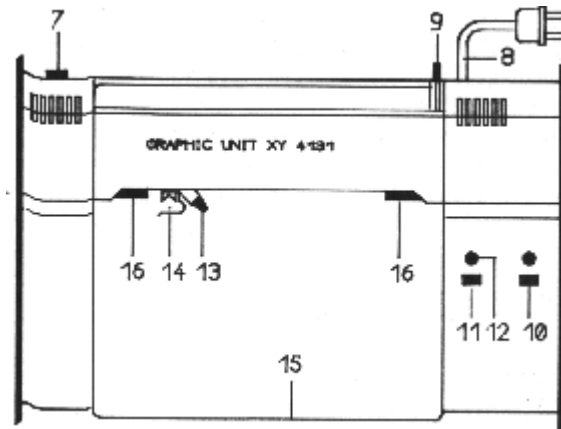

Bild 2 Bedienelemente des Kleinplotters XY 4131
Der Anschluß des Kleinplotters XY 4131 wird nachstehend beschrieben. Die Lage der Bedienelemente ist im Bild 2 dargestellt.
Mit dem Anschlußkabel (2) ist die Buchse für Computeranschluß (7) des Kleinplotters mit der Buchse für spezielle Anwendungen (Nr. 20 im Bild 2 der Kleincomputer-Bedienungsanleitung) des Computers zu verbinden.